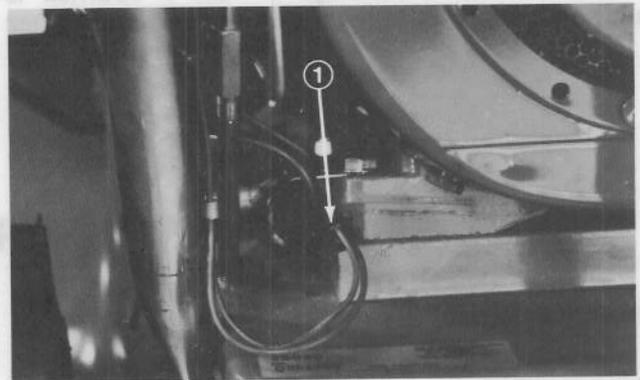

Figure 18
1. Branchez fermement les fils des mancherons sur la prise du moteur (Fig. 18).